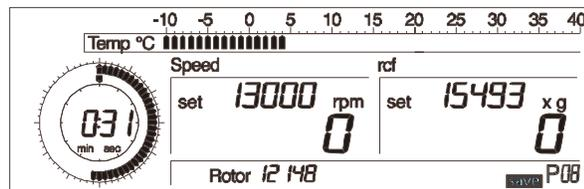

Abb. 5.21: Speichern von Programmen;
- Drehen Sie den linken Drehknopf, bis im Anzeigenfeld "save" erscheint (Abb. 5.21).